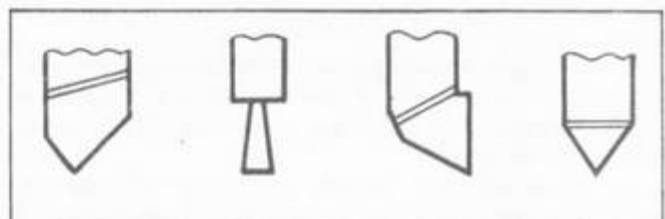
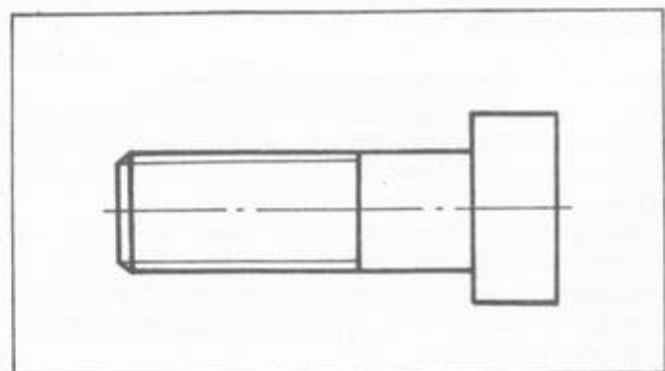

Рис. 14
Рис. 15
69. Нарисуйте эскиз продольного профиля детали, который можно получить в результате точения на станке с помощью резцов, показанных на рис. 14. Ответ: рис. 15.